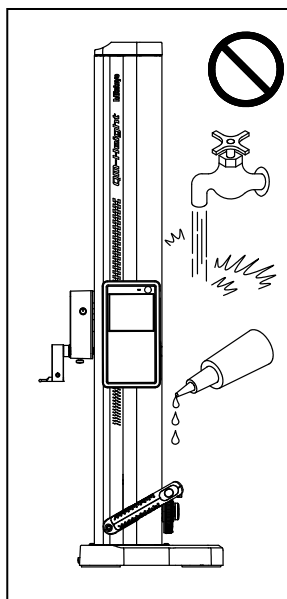

Рис. 1.
- Запрещается использовать прибор в местах, где он будет подвергаться воздействию СОЖ, воды, пыли и пр. (Рис. 1)